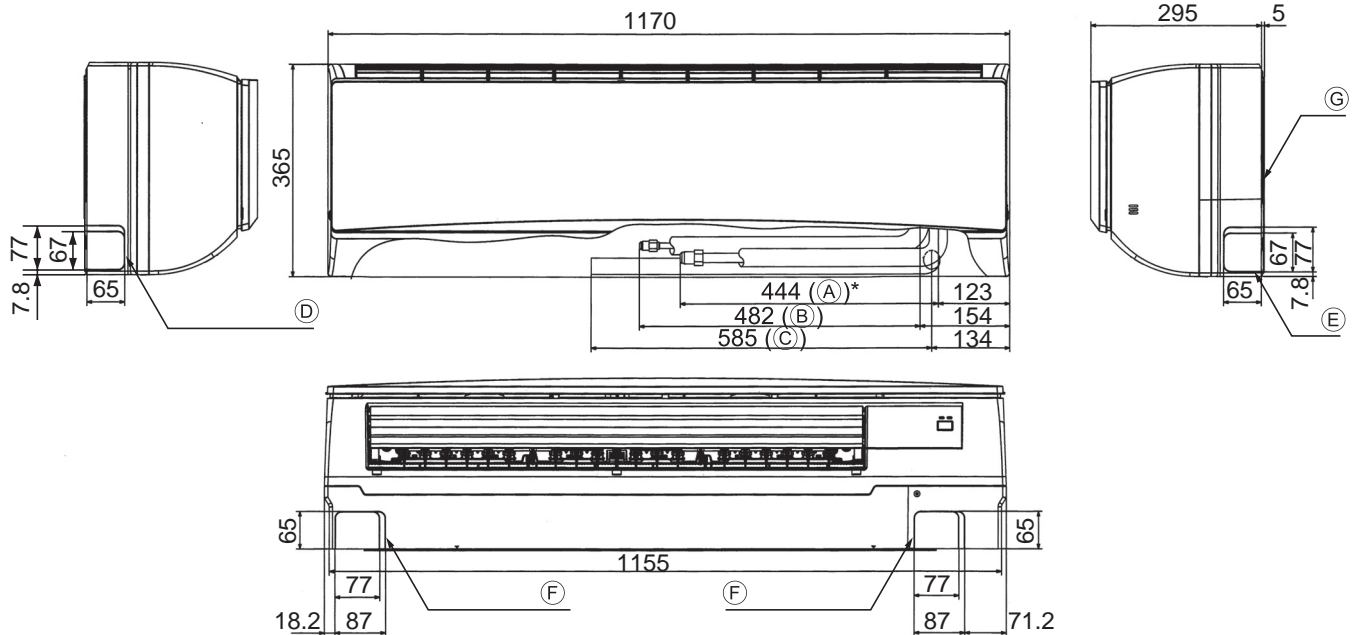

Fig. 4-2
4.2. Colocação das tubagens de refrigerante e de drenagem (Fig. 4-2)
- (A) Tubo de gás * Indica o estado com os acessórios montados.
- (B) Tubo de líquido
- (C) Mangueira de drenagem
- (D) Furo separador da tubagem do lado esquerdo
- (E) Furo separador da tubagem do lado direito
- (F) Furo separador da tubagem inferior
- (G) Placa de montagem ①